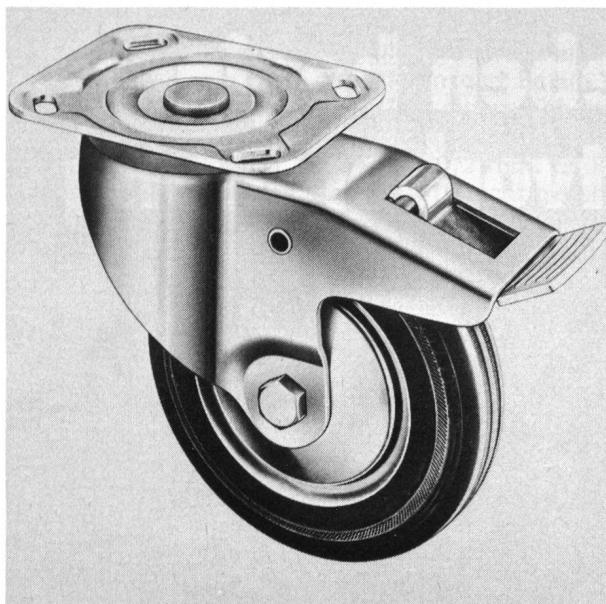

Abb. 2
1. Der Bedienungshebel ist in der Fahrtrichtung nach hinten gerichtet, so dass das Rad nicht zuerst gedreht werden muss. 2. Sowohl Blockier- als auch Lösebetätigung erfolgt durch Druck von oben, so dass nicht mühsam ein Hebel mit der Schuhkappe nach oben gedrückt werden muss. (Abb. 2)